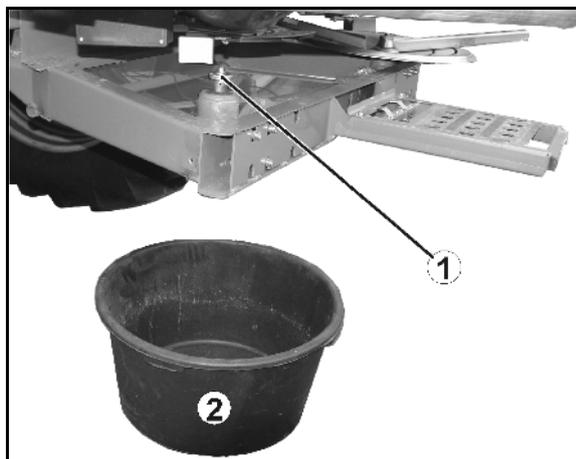

Fig. 52
2. Flügelschrauben (Fig. 52/1) beider Streuscheiben lösen.
6. Wanne (Fig. 52/2) zum Auffangen des Düngers unter die linke Auslassöffnung stellen.